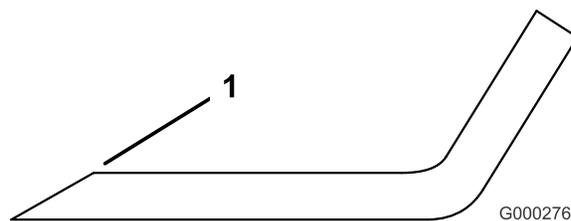

Figura 79
1. Utilize uma lima para afiar a aresta de corte em ambas as extremidades da lâmina (Figura 79). Mantenha o ângulo original. A lâmina manterá o equilíbrio se for retirada a mesma quantidade de material de ambas as extremidades de corte.